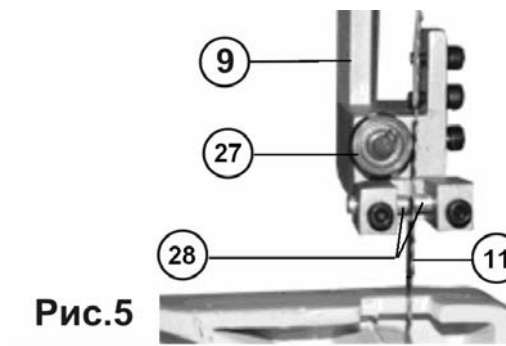

Рис.5
12.2.7. При определившейся тенденции «ухода» пильной ленты 11 (Рис.2) в сторону необходимо обратить внимание на ее заточку и развод. Целесообразно проконтролировать позиции подшипника 27 и ограничителей 28, стабилизирующих траекторию движения пильной ленты 11 в рабочей зоне, проконтролировать устойчивость посадки ленты 11 на ведущем и направляющем колесах 24, 25 (Рис.4, Рис.5).
При всякой смене пильной ленты 11 (Рис.2) необходимо оценивать работоспособность подшипников – на опорном подшипнике (Рис.5) на поверхности внешней обоймы от пильной ленты может прорезаться канавка. Подшипник подлежит замене. Подшипники должны иметь легкий ход, без посторонних шумов, звона. Закрытые подшипники не смазываются – заменяются. Ставить открытые подшипники не рекомендуется.